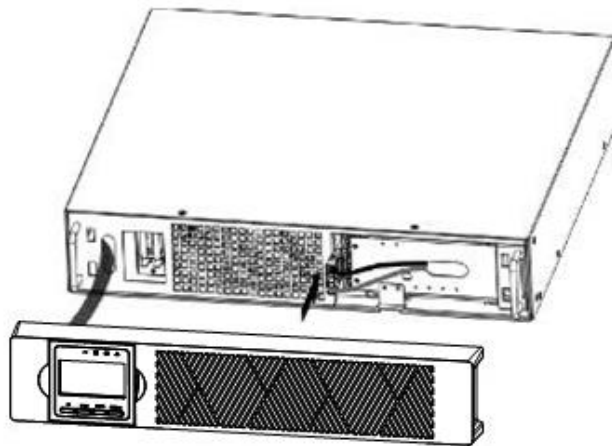

Abbildung 6: Anschluss der USV-internen Batterien
- b) Schließen Sie den Anschluss der internen Batterie an (siehe Abbildung 6). Verbinden Sie die roten Kabel miteinander. Drücken Sie den Steckverbinder fest zusammen, um einen sauberen Anschluss zu gewährleisten.